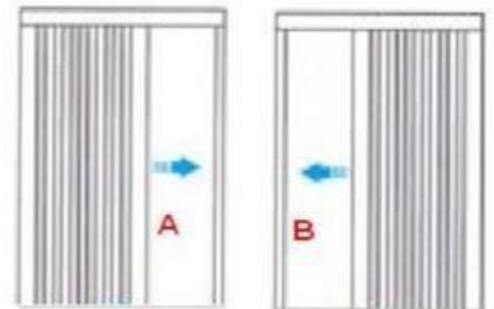

Рис.13.
- В один из боковых направляющих профилей вставлен магнит, этот профиль должен быть смонтирован с той стороны, в которую сетка собирается, т.е. если тип открывания «А», то слева, если «В» - справа (Рис.13.).